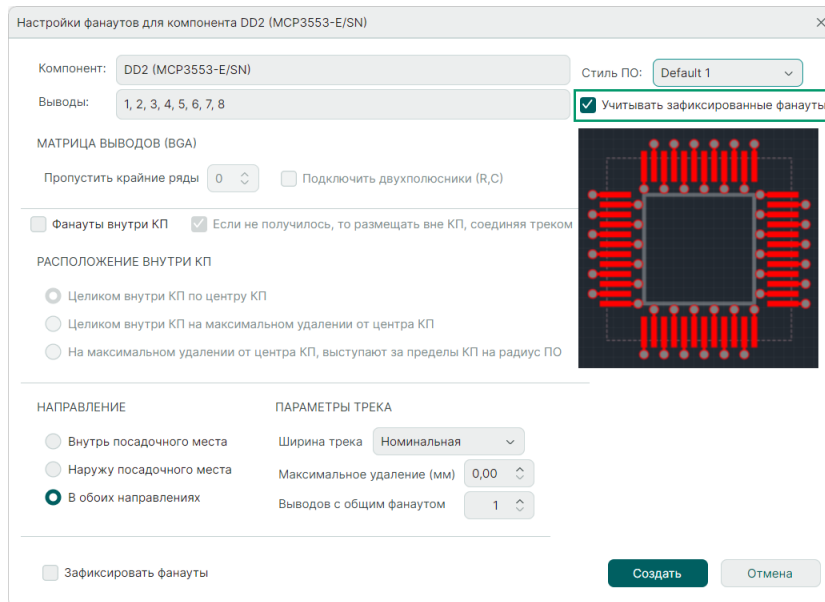

Рис. 301 Учет зафиксированных существующих фанатов
- Учет зафиксированных существующих фанатов при построении новых, с помощью установки флага в чек-боксе «Учитывать зафиксированные фанаты», см. Рис. 301.